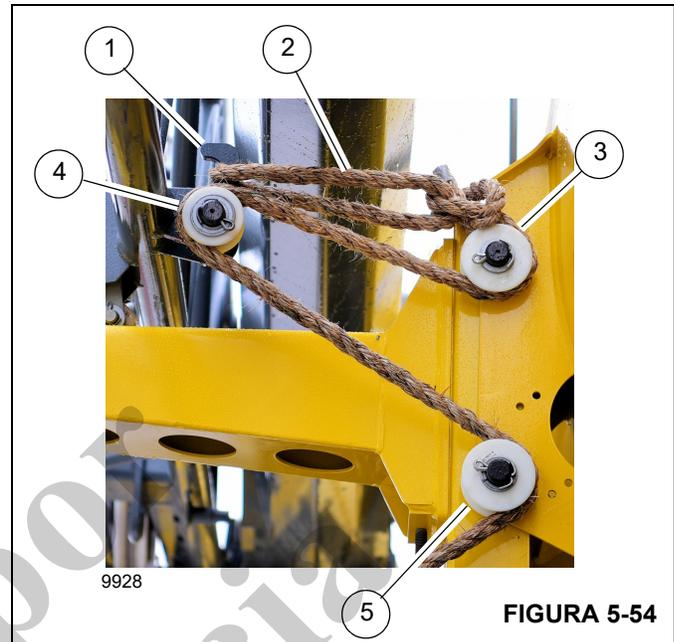

FIGURA 5-54
- a. Enlace un cable guía (2, Figura 5-54) sobre el gancho (1).
21. Desenhebre y retire el cable guía (2, Figura 5-54).